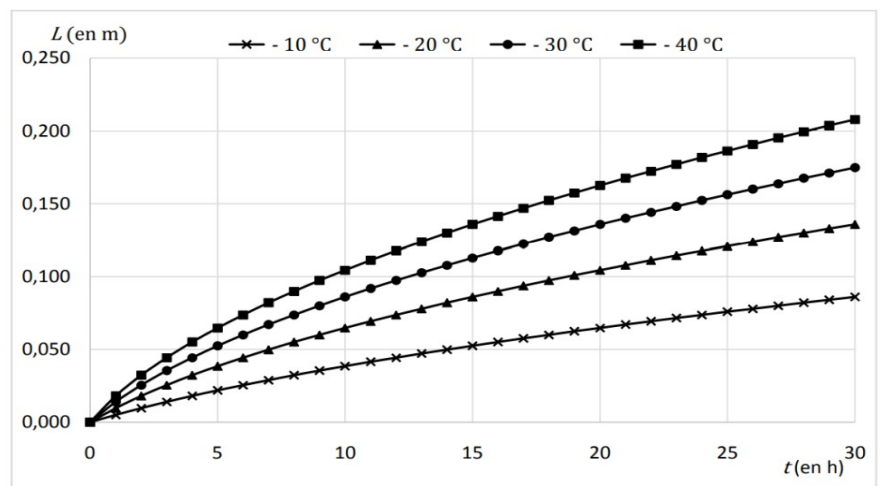

Figure 3 - Simulation graphique représentant l'épaisseur de la couche de glace  $L$  en fonction du temps  $t$  pour différentes températures  $T_A$  de l'air
4. On admet que l'épaisseur de la couche de glace en fonction du temps est représentée par la simulation graphique en figure 3. Au bout de 20 heures, des joueurs de hockey peuvent-ils considérer que la glace est suffisamment solide pour pouvoir jouer dessus ?
5. En utilisant la figure 3, commenter puis expliquer l'évolution de la vitesse de formation de la glace pour une même température de l'air  $T_A$ , puis pour différentes températures de l'air  $T_A$ .